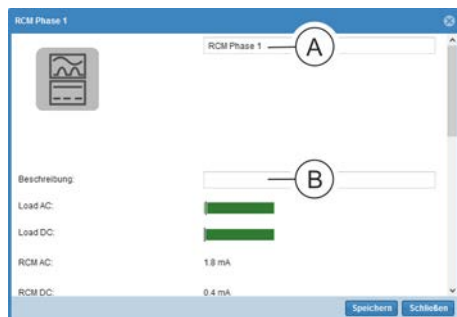

Abb. 179: Fenster "RCM Phase <Nr.>"
- ⇒ Es öffnet sich das Fenster "RCM Phase <Nr.>" (Abb. 179).
3. Im Fenster "RCM Phase <Nr.>" bei Bedarf die Benennung für den Differenzstrommesser (Abb. 179/Ⓐ) anpassen und bei Bedarf eine Beschreibung hinzufügen (Abb. 179/Ⓑ).